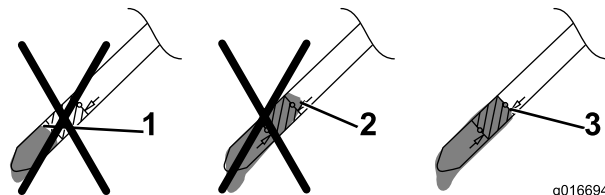

Рисунок 13
- Выньте щуп и проверьте уровень масла, см. Рисунок 13.